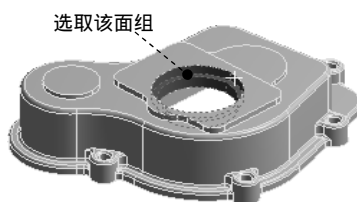

图 2.6.11 选取曲面（一）
(1) 选择命令。在“Outline”窗口中右击  Model (A4) 节点，在弹出的快捷菜单中选择  Insert  Named Selection 命令，弹出“Details of ‘Selection’”对话框。
(2) 选取几何对象。按住 Ctrl 键，选取图 2.6.11 所示的 5 个曲面，单击“Details of ‘Selection’”对话框中 **Geometry** 文本框中的  按钮确认。